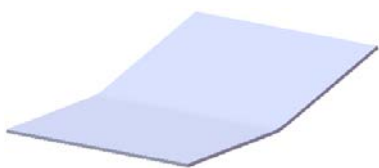
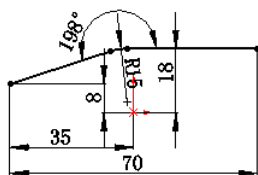

图 9.10 基体—法兰 1
图 9.11 横断面草图
Step2. 创建图 9.10 所示的钣金基础特征——基体一法兰 1。
(1) 选择命令。选择下拉菜单 **插入(I)**  **钣金(B)**  **基体法兰(A)...** 命令(或单击“钣金”工具栏上的“基体法兰/薄片”按钮 )。
(2) 定义特征的横断面草图。选取前视基准面作为草图基准面, 在草图环境中绘制图 9.11 所示的横断面草图; 此时系统弹出“基体法兰”对话框。
(3) 定义拉伸深度属性。在 **方向1** 区域的  下拉列表中选择 **两侧对称** 选项, 在  文本框中输入深度值 80.0。
(4) 定义钣金参数属性。
① 定义钣金参数。在 **钣金参数(S)** 区域的文本框  中输入厚度值 0.2, 在  文本框中输入折弯半径值 0.2。
② 定义钣金折弯系数。在 **折弯系数(A)** 区域的下拉列表中选择 **K 因子** 选项, 把文本框 **K** 的因子系数改为 0.4。
③ 定义钣金自动切释放槽类型。在 **自动切释放槽(I)** 区域的下拉列表中选择 **矩形** 选项, 选中 **使用释放槽比例(A)** 复选框, 在 **比例(I):** 文本框中输入比例系数 0.5。
(5) 单击  按钮, 完成基体一法兰 1 的创建。